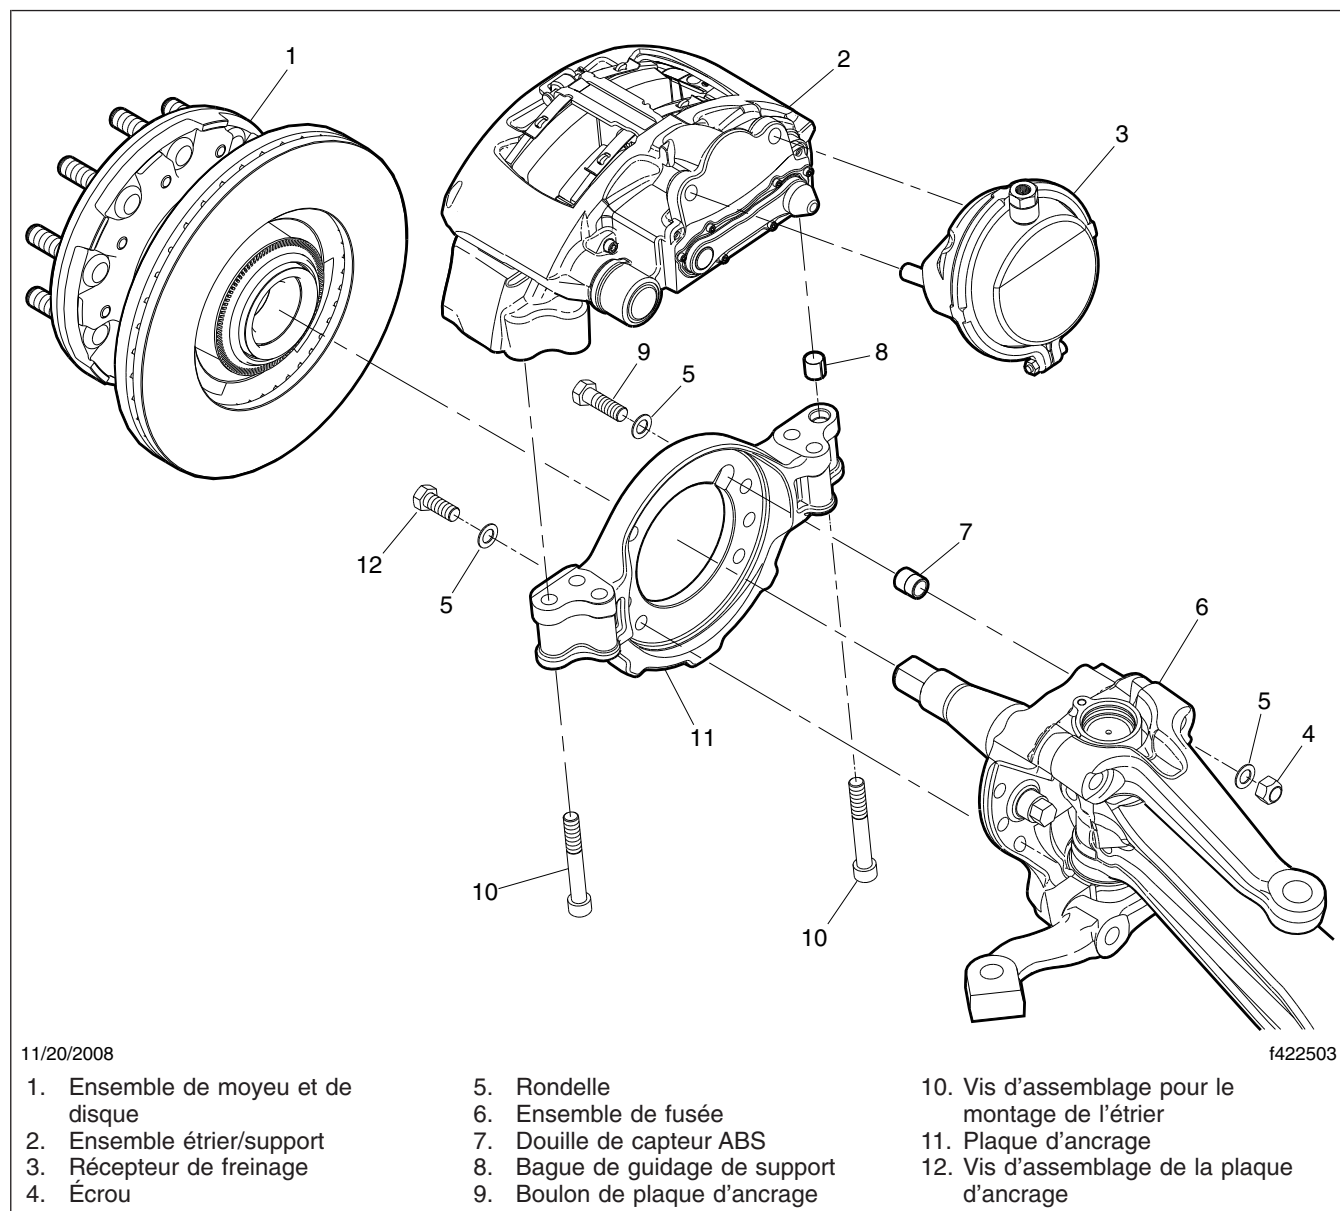

Fig. 2, Installation de l'ensemble étrier/support avant.
5. Déposez les étriers de frein en procédant comme suit. Reportez-vous à la figure 2 pour le retrait et l'installation de l'ensemble étrier/support avant.